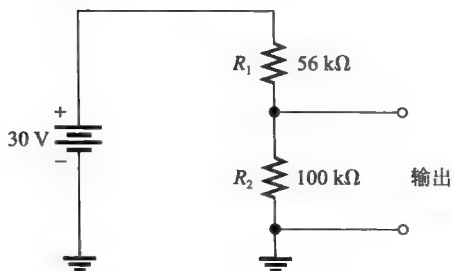

图 6-32
3. 对于图 6-32 所示的分压器，试求其空载输出电压。若在输出端与接地端之间接 10 MΩ 负载电阻，再求输出电压。